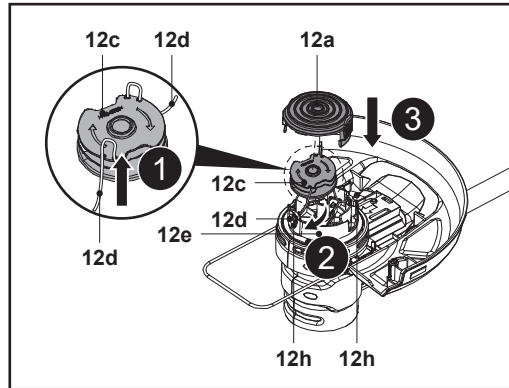

Fig. 26
6. Dégager le fil de coupe (12d) des encoches et le maintenir dans cette position. Éviter de séparer le fil de coupe (12d) de la bobine de coupe-bordures (12c) (Fig. 26, étape 1).
7. Faire passer l'extrémité du fil de coupe à travers l'œillet (12h) dans le carter (12e) (Fig. 26, étape 2).
9. Insérer la bobine de coupe-bordures (12c) dans le carter (12e) (Fig. 26, étape 3). Tourner la bobine jusqu'à ce qu'elle se verrouille.